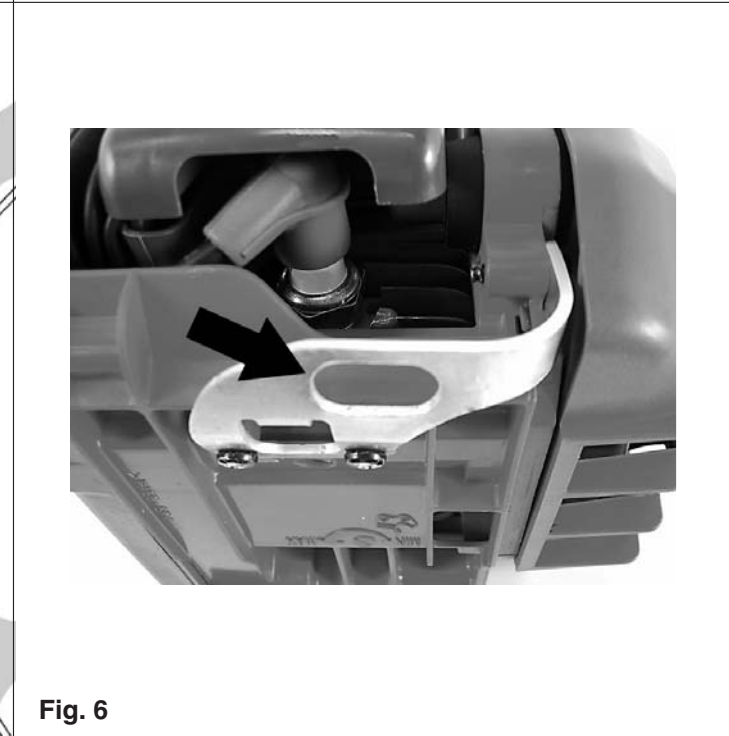

Fig. 6
- fissare la cinghia piatta sul punto di attacco sulla parte posteriore della motosega (Fig.6);
- choke the strop around the attachment point on the rear of the saw (Fig.6);